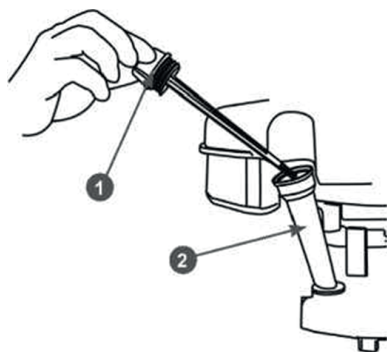

Рис. 15. Крышка-щуп маслозаливной горловины (1. Крышка-щуп 2. Горловина маслозаливная)
2. Открутите крышку-щуп 1 маслозаливной горловины и извлеките щуп (Рис. 15).